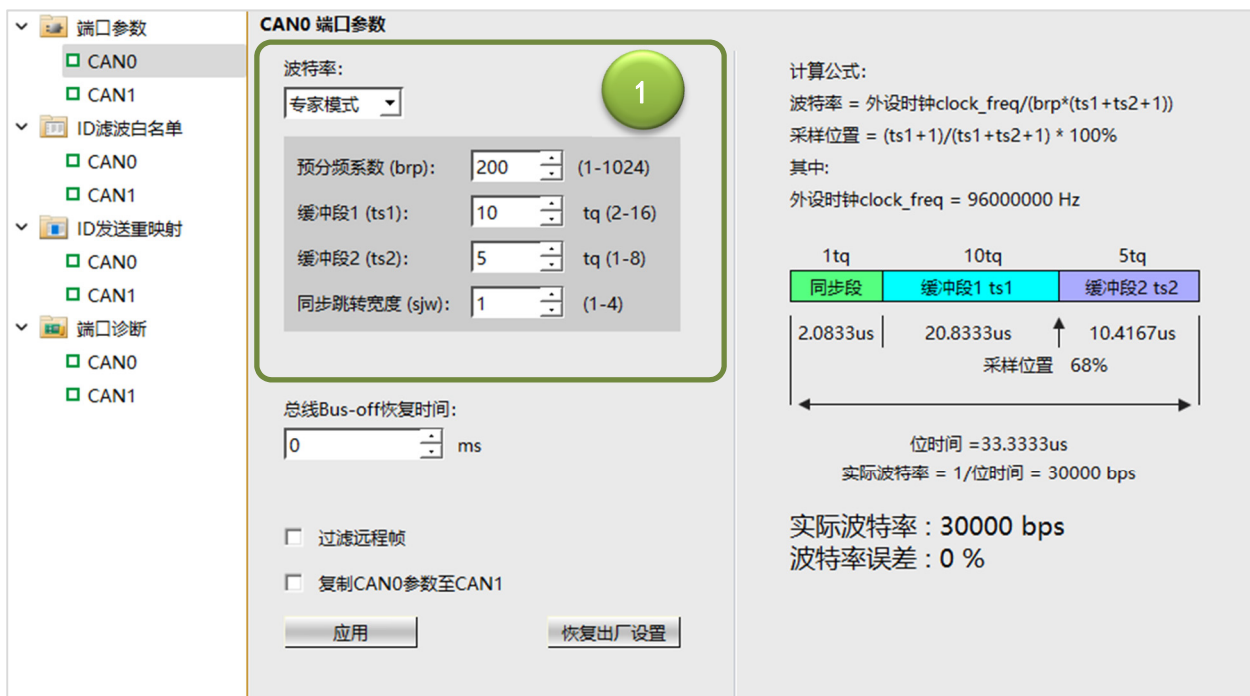

图 9 专家模式
c. 专家模式 (图 9) :
- ① 通过波特率下拉列表选择“专家模式”，激活波特率参数配置框。专家模式下提供对位时间配置的最大自由度。使用该模式，需要您充分理解 CAN 总线的技术细节。具体请参考 CAN 协议。